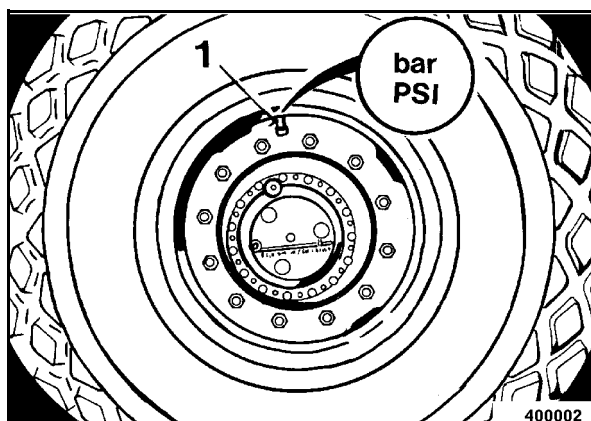

fig. 97
- Stationner la machine de manière à ce que la valve soit située au point le plus haut, puis mesurer la pression de gonflage à la valve 1 (fig. 97) à l'aide d'un manomètre.